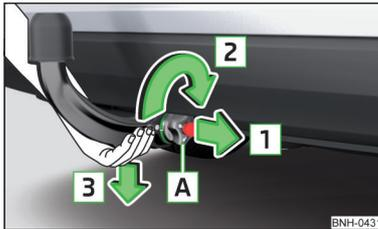

Fig. 220
- Agarre la barra de cabeza esférica **desde abajo** » fig. 220.